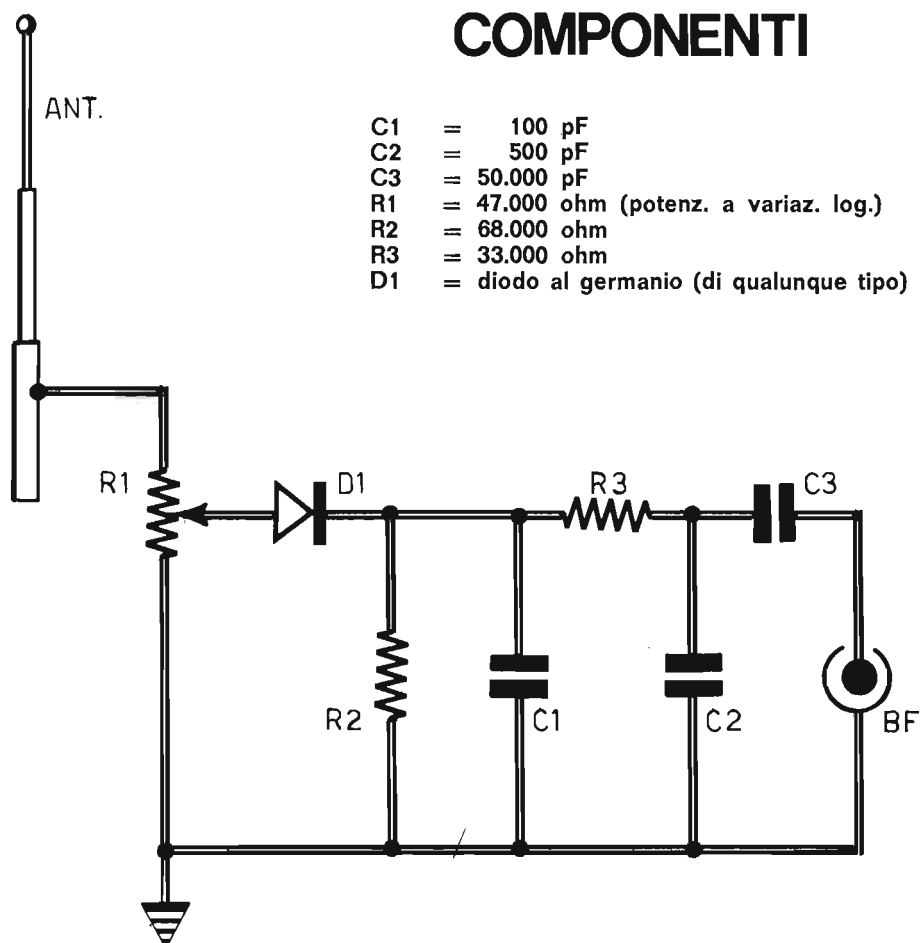

Fig. 3 - Schema elettrico del monitor. I pochi componenti elettronici confermano la semplicità circuitale dell'apparato.
**Fig. 3** - L'uso del misuratore di campo può essere fatto in modi diversi. Quello più semplice consiste nel servirsi di un'antenna a stilo da collegarsi direttamente con l'apposita presa ricavata nel circuito d'entrata dello strumento.